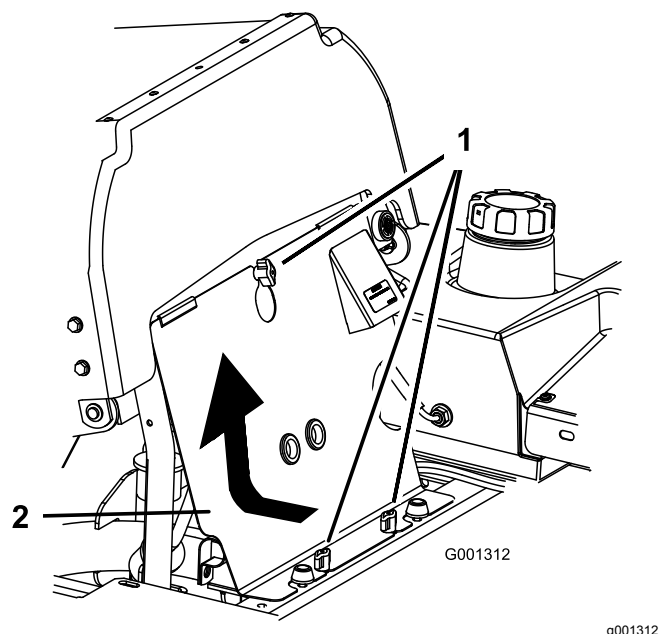

Figura 67
1. Incline o banco para a frente e retire o painel dianteiro do motor (Figura 67).